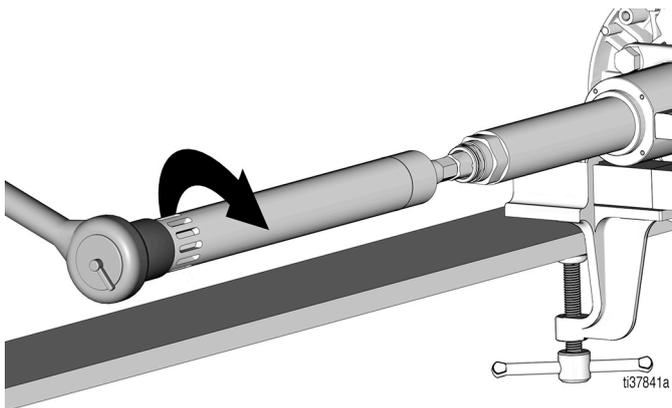

图 33
18. 重新安装入口气缸 (8) 并用 1-15/16 英寸套筒拧紧（扭矩 75 - 85 ft-lb/101.7 - 115.2 N•m）（图 33）。